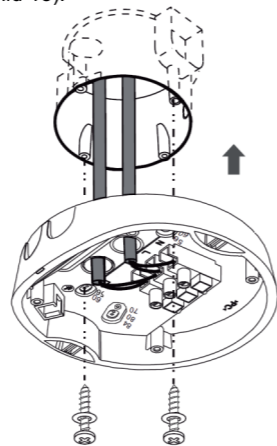

Bild 15
3.4.2.3 Wählen Sie den geeigneten Abstand zwischen den Befestigungslöchern um das Unterteil auf einer UP-Runddose zu montieren. (Siehe Bild 15).